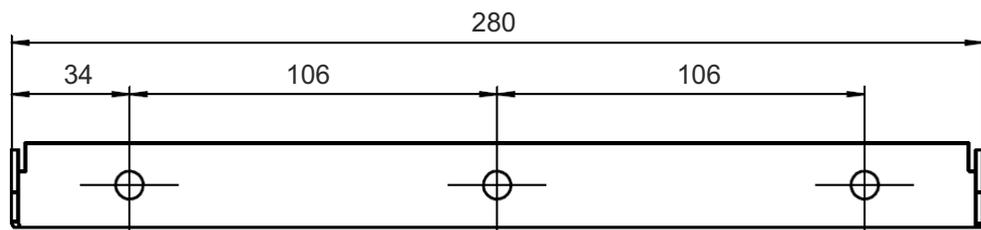

Рисунок 14. Закладная деталь для крепления ЭВАН PRACTIC -3 ... -28, -3P ... -28P.
6.1.8 Прибор должен навешиваться на стены, достаточно прочные перегородки, способные выдержать рабочий вес изделия, с использованием закладной (19) рис. 3, 4 (в зависимости от мощности прибора), входящей в комплект поставки. Закладная крепится с использованием шурупов 6x60, дюбелей 10x60, также входящих в комплект. Разметку отверстий в стене под крепление закладной провести в соответствии с рис. 14 и 15.